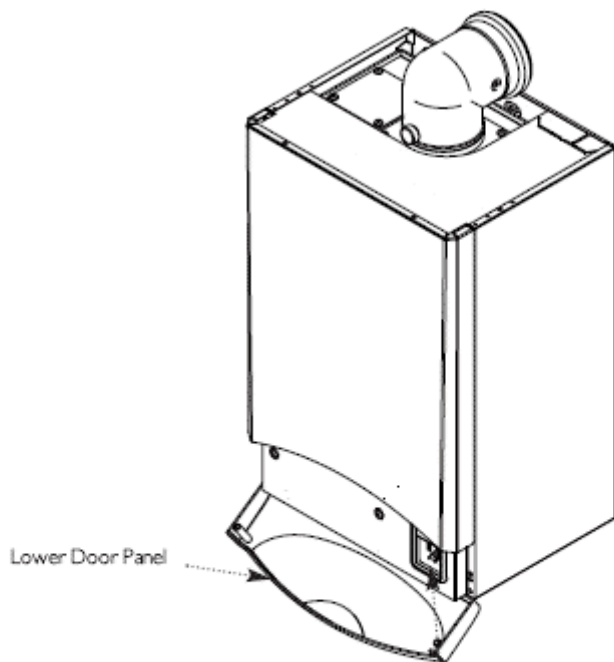

Fig. 5
4. Hinge down the lower door panel (Fig. 5).